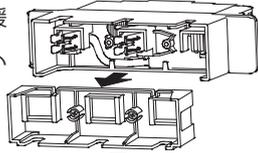

図1
- ①サブベースの固定ねじ（2カ所）を緩め、サブベースを取り外します。（図1）固定ねじは、脱着防止構造になっています。